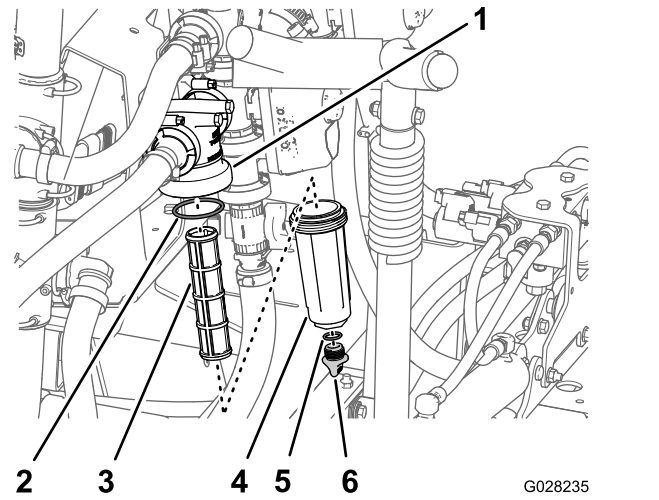

Bild 146
3. Drehen Sie die Ablassschraube nach links und nehmen sie von der Glocke des Druckfilters ab (Bild 146).
4. Drehen Sie die Glocke nach links und nehmen sie vom Filterkopf ab (Bild 146).
5. Entfernen Sie den alten Druckfiltereinsatz (Bild 146).
6. Überprüfen Sie den O-Ring für die Ablassschraube (in der Glocke) und den O-Ring für die Glocke (im Filterkopf) auf Beschädigungen und Abnutzung (Bild 146).
7. Setzen Sie den neuen Druckfiltereinsatz in den Filterkopf ein (Bild 146).
8. Befestigen Sie die Glocke am Filterkopf und ziehen sie mit der Hand an (Bild 146).
9. Setzen Sie die Schraube in die Schale ein und ziehen Sie sie mit der Hand fest (Bild 146).
2. Stellen Sie eine Auffangwanne unter den Druckfilter (Bild 146).